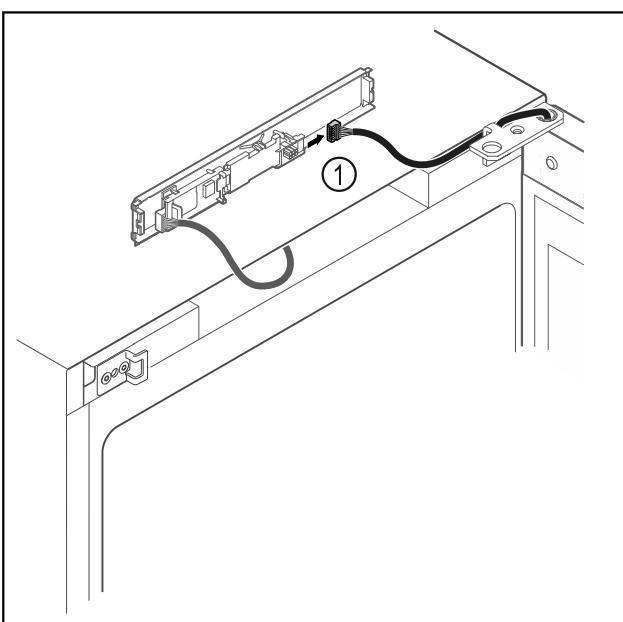

Fig. 18
► Schimbați poziția de introducere a fișei *Fig. 18 (1)* la placă electronică.
► Scoateți fișa *Fig. 18 (1)* de la placă electronică.